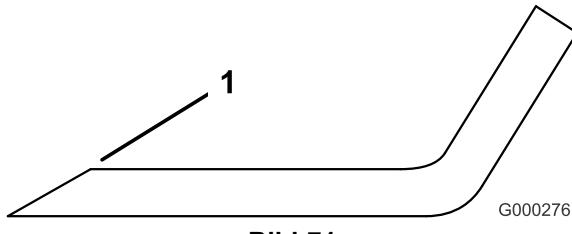

Bild 71
1. Schärfen Sie die Schnittkanten an beiden Enden des Messers (Bild 71). Behalten Sie den ursprünglichen Winkel bei. Das Schnittmesser behält seine Auswuchtung bei, wenn von beiden Schnittkanten die gleiche Materialmenge entfernt wird.